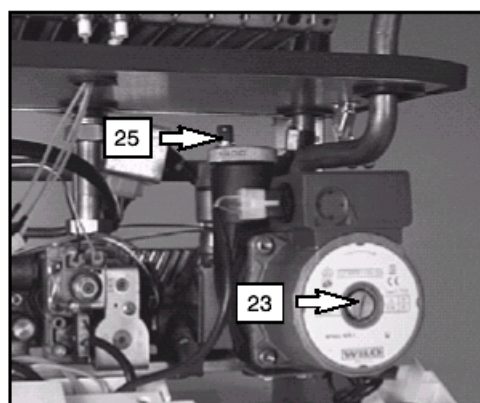

Fig. 6.3.
7. Desapertar o tampão da válvula automática da purga 25, fig. 6.3.
11. Retirar o tampão 23 da fig. 6.3. e desbloquear a bomba, girando o rolete com a ajuda de uma chave de fendas. Durante esta operação, purgue a bomba.